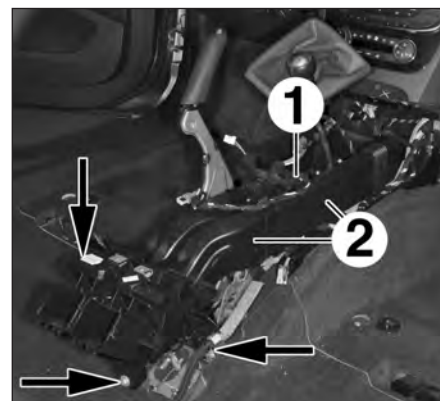

FIG.17
- Dégrafer le faisceau électrique (1) des conduits d'air arrière (2) (Fig.17).
- Déposer les conduits d'air arrière (2).